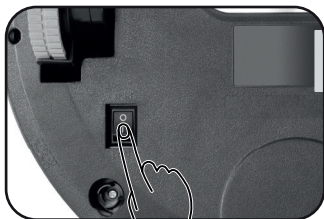

Figura 01
2. Ligue o aparelho no chave inferior  na posição I. **(Figura 01)**